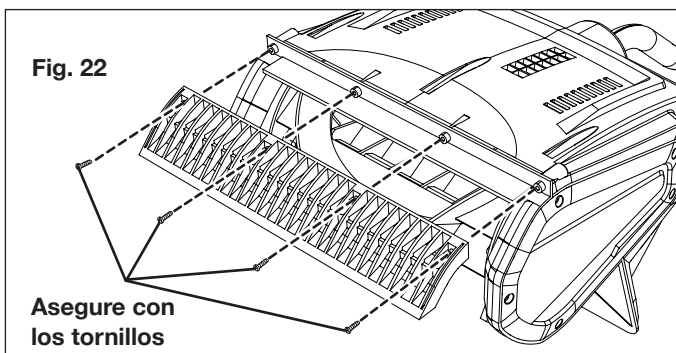

Fig. 22
3. Instale la nueva barra raspadora y asegúrela a la carcasa con los cuatro (4) tornillos (Fig. 22).